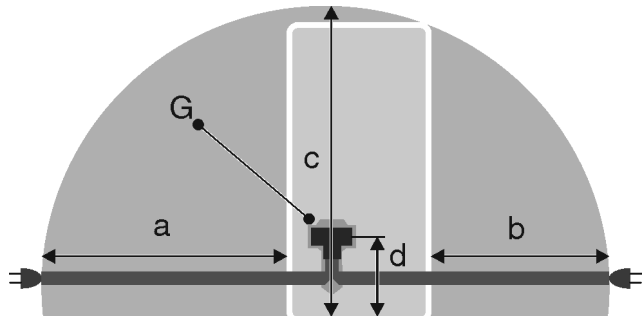

Fig. 35\*
- Priza nu se află în spatele aparatului, ci în zonele a sau b Fig. 35 (a, b, c).
- ▶ Cuplați fișa aparatului Fig. 35 (G) pe partea posterioară a aparatului. Acordați atenție fixării corecte în poziție.